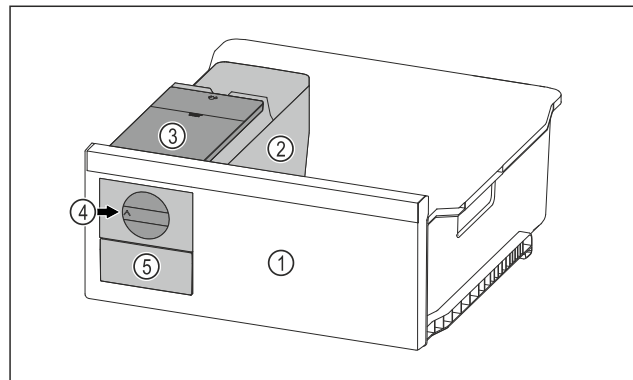

Fig. 99 Ілюстративне зображення
- ▶ Поворотну ручку Fig. 99 (4) повернути за годинниковою стрілкою до упору.
- ▶ Кубики льоду випадають із ванночки для кубиків льоду у висувний ящик для кубиків льоду Fig. 99 (5). Якщо не всі кубики льоду виймаються з ванночки для кубиків льоду: